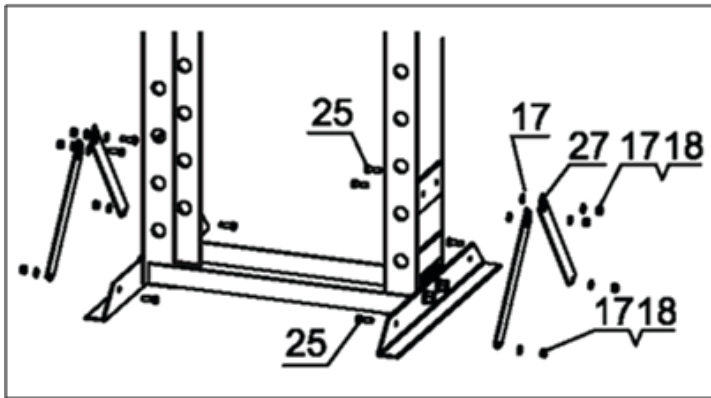

Рис. 2
3. Прикрепите боковые растяжки (27) к раме и опоре с помощью болтов (25), шайб (17) и гаек (18). См. Рис. 2.